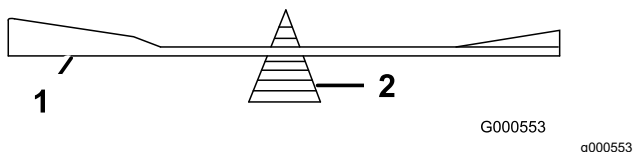

Figura 65
2. Verifique el equilibrio de la cuchilla colocándola sobre un equilibrador de cuchillas (Figura 65).